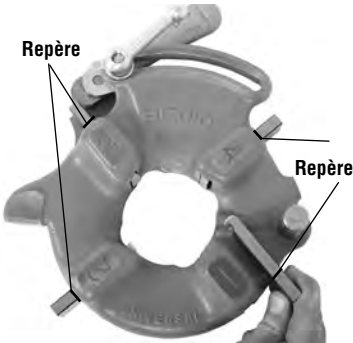

Figure 6 – Insertion des filières
4. Relevez la languette de la rondelle pour l'écarter du sillon de la barre calibrée. Amenez la rondelle jusqu'au bout du sillon (Figure 6).
6. Introduisez les filières appropriées dans la tête de filière avec leurs chiffres en haut jusqu'à ce que le repère se trouve à fleur du rebord de la tête de filière (Figure 6). Les chiffres des filières doivent correspondre à ceux des logements de la tête de filière. Remplacez le jeu de filières au complet et ne mélangez pas les filières d'un jeu avec celles d'un autre.